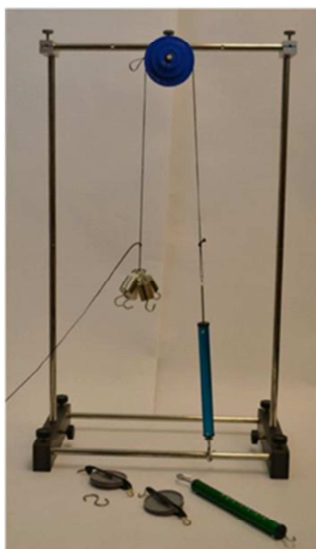

Figura 14-1
1. Instale el aparato como se muestra en la figura 14-1.
- 4 En la figura 14-1, marque la carga y el esfuerzo. La fuerza de la carga es igual a la fuerza de la gravedad en la carga y la lectura en el dinamómetro es la fuerza del esfuerzo.